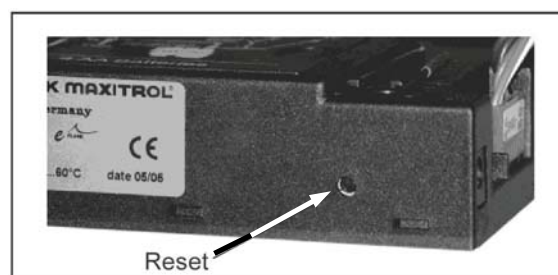

Bilde 1
Den høye spenningen som kommer gjennom kablen fra tenneren ved tenning av peisen, kan skade den sensitive mottakerkretsen. Dette kan føre til at mottakeren blir mindre sensitiv til eller ikke reagerer i det hele tatt på signaler. (Se bilde 1 side 16)
Led antennekablen vekk fra tennkablen og mot åpningen på kontrollboksen. Forsikre deg om at det ikke er noen kontakt med metallkomponenter. Forsikre deg også om at det ikke er noen skader på elektriske komponenter eller på selve kablen. (Se bilde 1 side 16).
**Se bilde 2:** Den ovale skiven på gassregulatoren skal være slått på ("ON") "1/0" - bryteren skal stå på 1. Tenningskabelen skal kobles til koblingspunktet "SPARK" på mottakerboksen. **Se bilde 1.**